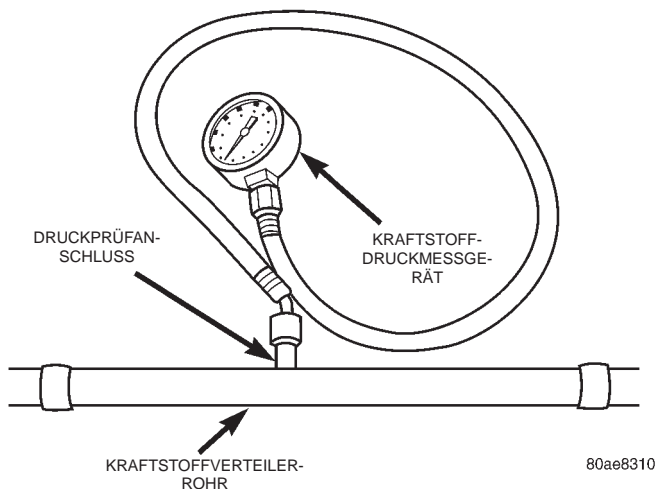

Abb. 7 Kraftstoff-Druckmeßgerät (Beispiel für Anschluß am Druckprüfanschluß)
(1) Die Schutzkappe vom Druckprüfanschluß am Kraftstoffverteilerrohr abschrauben. Das Kraftstoff-Druckmeßgerät (Meßbereich 0–414 kPa/0–60 psi, aus dem Druckmeßgerätesatz 5069) am Druckprüfanschluß des Kraftstoffverteilerrohrs anschließen (Abb. 7).